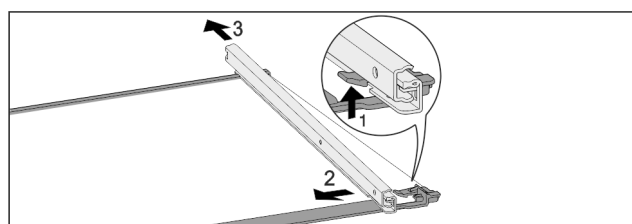

Fig. 139 Placa de sticlă cu șine
- ▶ Apăsăți în sus cârligul de blocare frontal. Fig. 139 (1)
- ▶ Îndepărtați șinele de extragere prin împingere în lateral Fig. 139 (2) și spre spate Fig. 139 (3).